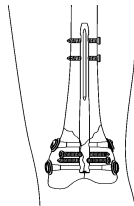

図 41
- 35) 正面像及び側面像でインプラントの状態を確認し、縫合して手術を終了します。(図 41, 42)